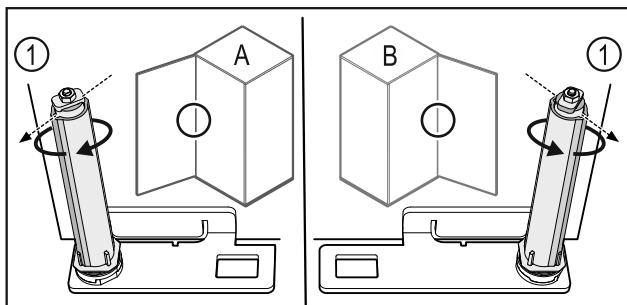

Fig. 56 Розкриття ліворуч (A) / Розкриття праворуч (B)
- ▶ Систему закриття повернути проти опори доки перемичка системи закриття Fig. 56 (1) не показуватиме назовні.